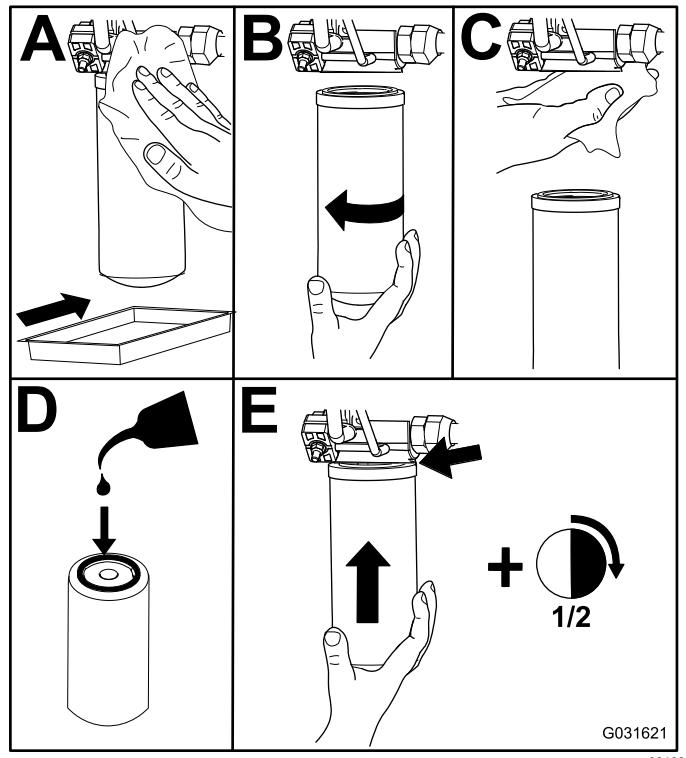

Figure 106
2. Remplacez les filtres hydrauliques (Figure 106).